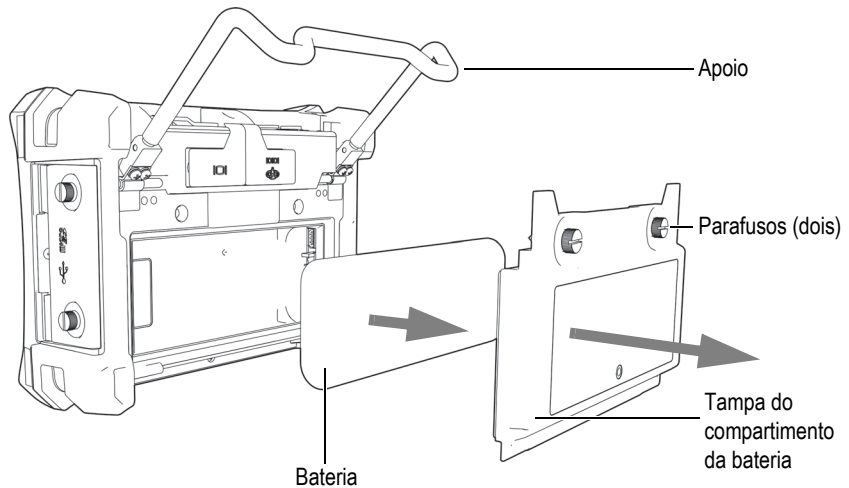

Figura 2-10 Remover a bateria de íons de lítio
1. Solte o suporte do BondMaster 600 (veja Figura 2-10 na página 43).